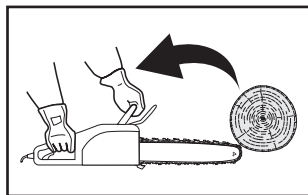

Fig. 21
En algunos casos, el contacto con la punta de la espada (9) puede provocar una reacción inversa muy rápida que hace rebotar la espada hacia arriba, en dirección al operario (Figs. 21, 22, 23).